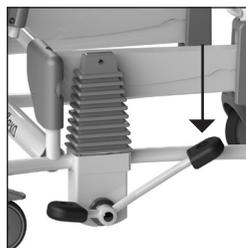

Figura 14. Moverse hacia arriba.
- La silla se moverá hacia arriba si presiona la parte larga del pedal suavemente y de manera uniforme (ver la figura 14).